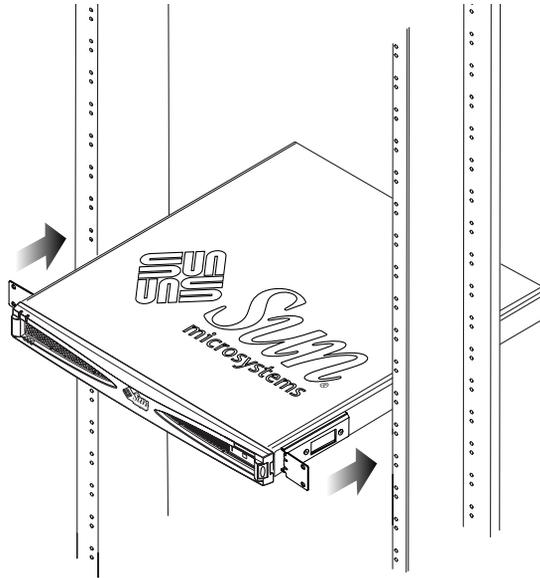
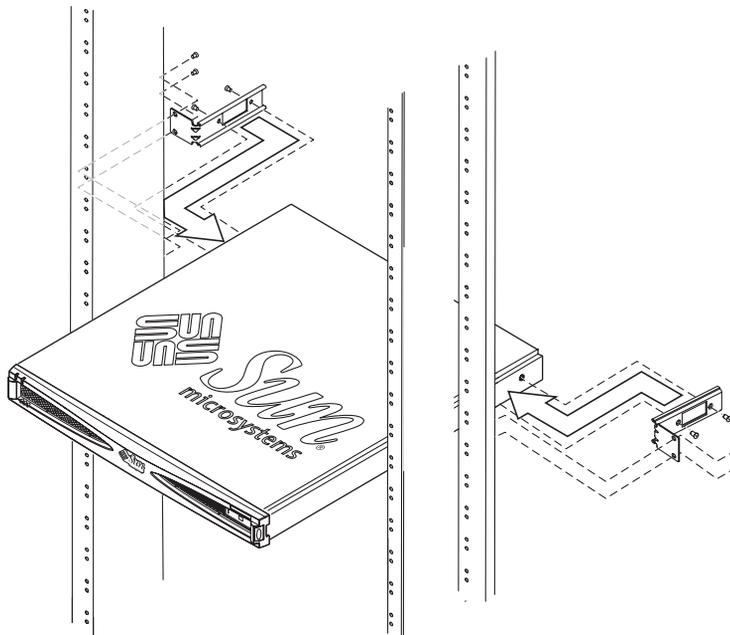

FIGURE 3-11 Installation dans une armoire de relais à deux colonnes à l'aide de supports à l'avant
FIGURE 3-12 Installation dans une armoire de relais à deux colonnes à l'aide de supports à l'arrière
2. Positionnez le système de stockage dans l'armoire et serrez les vis (voir FIGURE 3-11 et FIGURE 3-12).